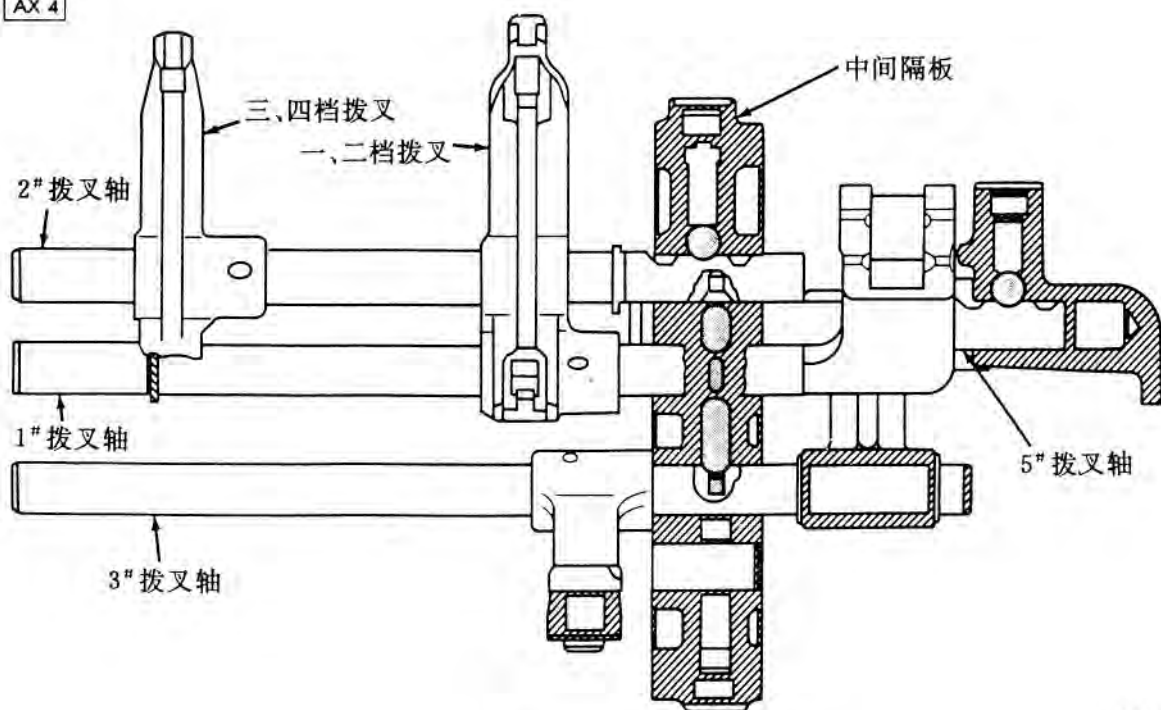

图 77 互锁球和互锁销位置
(4) 使用足够的凡士林涂抹拨叉轴互锁销和互锁球使之能够稳定在磁性吸杆头上。
(5) 在进行下列组装步骤时，互锁球和互锁销的位置参考图 77。